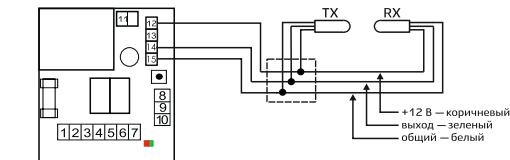

Рис. 5. Подключение оптосенсора SIGNAL12
- оптосенсоры SIGNAL12 (см. рис. 5);